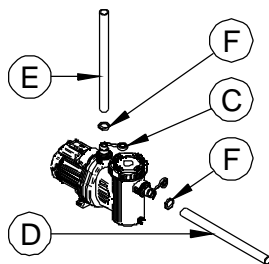

Fig. 24
3. Applicate, se necessario, alcuni giri del teflon in dotazione attorno ai portagomma (Fig. 24, # C; *componenti idraulici*) per garantire la tenuta del tubo (*componenti idraulici*) sul portagomma.
4. Collegare il tubo (*componente idraulico*) di aspirazione al portagomma IN (Fig. 24, # D) ed il tubo di mandata al portagomma OUT (Fig. 24, #E). Assicurare i tubi (*componente idraulico*) con delle fascette (Fig. 24, # F).